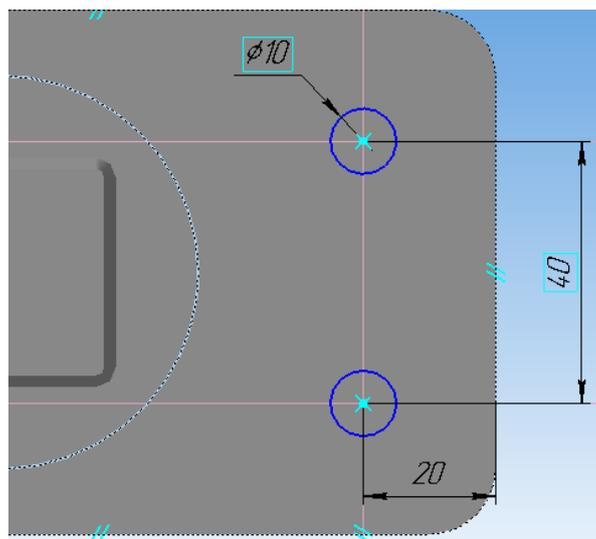

Рисунок 56.
16. На верхней поверхности основания выполните два отверстия $\phi 10$ мм (рисунок 56).